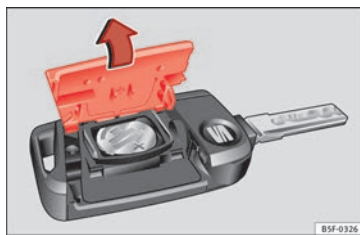

Fig. 133 Llave del vehículo: apertura de la tapa del compartimento para la pila.
- Retire la tapa en la parte trasera de la llave del vehículo » » » **fig. 133** en la dirección de la flecha » » » .
- Coloque la tapa tal como se muestra » » » **fig. 133** y presiónela en la carcasa de la » » »